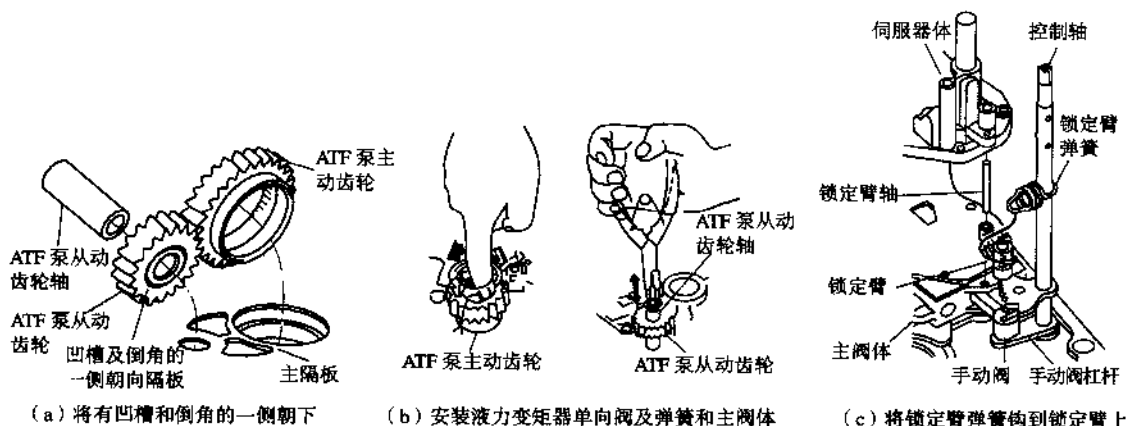

图 4.32 液力变矩器壳体的安装
液力变矩器壳体的安装如图 4.32 所示。首先在所有零件上涂上自动变速器油,然后按照下列顺序安装。
① 将主隔板和三个定位销安装在液力变矩器壳体上,然后安装 ATF 泵主动齿轮和 ATF 泵从动齿轮轴。安装 ATF 泵从动齿轮时,将有凹槽和倒角的一侧朝下,如图 4.32 (a) 所示。
② 安装液力变矩器单向阀及弹簧,再安装主阀体(1个 6mm 螺栓和 3 个 8mm 螺栓)。确认 ATF 泵主动齿轮按正常工作方向平稳转动,并且 ATF 泵从动齿轮轴沿轴向移动平稳并按正常工作方向平稳转动,如图 4.32 (b) 所示;如果 ATF 泵主动齿轮和从动齿轮轴运转不平稳,则旋松主阀体螺栓,重新对正 ATF 泵从动齿轮轴,并按规定扭矩将螺栓重新拧紧,然后重新检查。如果没有正确地对正 ATF 泵从动齿轮轴,将会导致 ATF 泵齿轮或 ATF 泵从动齿轮轴卡滞。
③ 把冷却器单向阀及弹簧装到主阀体上,然后安装两个定位销和调节阀隔板。
④ 安装导轮轴及导轮轴止动销、调节阀阀体(8个螺栓)。把两个定位销和伺服器隔板装到主阀体上。把控制轴与手动阀一起装入液力变矩器壳体中。将锁定臂和锁定臂轴装入主阀体,然后将锁定臂弹簧钩到锁定臂上,如图 4.32 (c) 所示。
⑤ 安装伺服器体(9个螺栓)、蓄压器盖(2个螺栓)、ATF 滤网(2个螺栓)、伺服器锁定支座(2个螺栓)及蓄压器体(6个螺栓)。将 2 个 ATF 供油管装入伺服器体,4 个供油管装入调节阀阀体,1 个供油管装入主阀体。